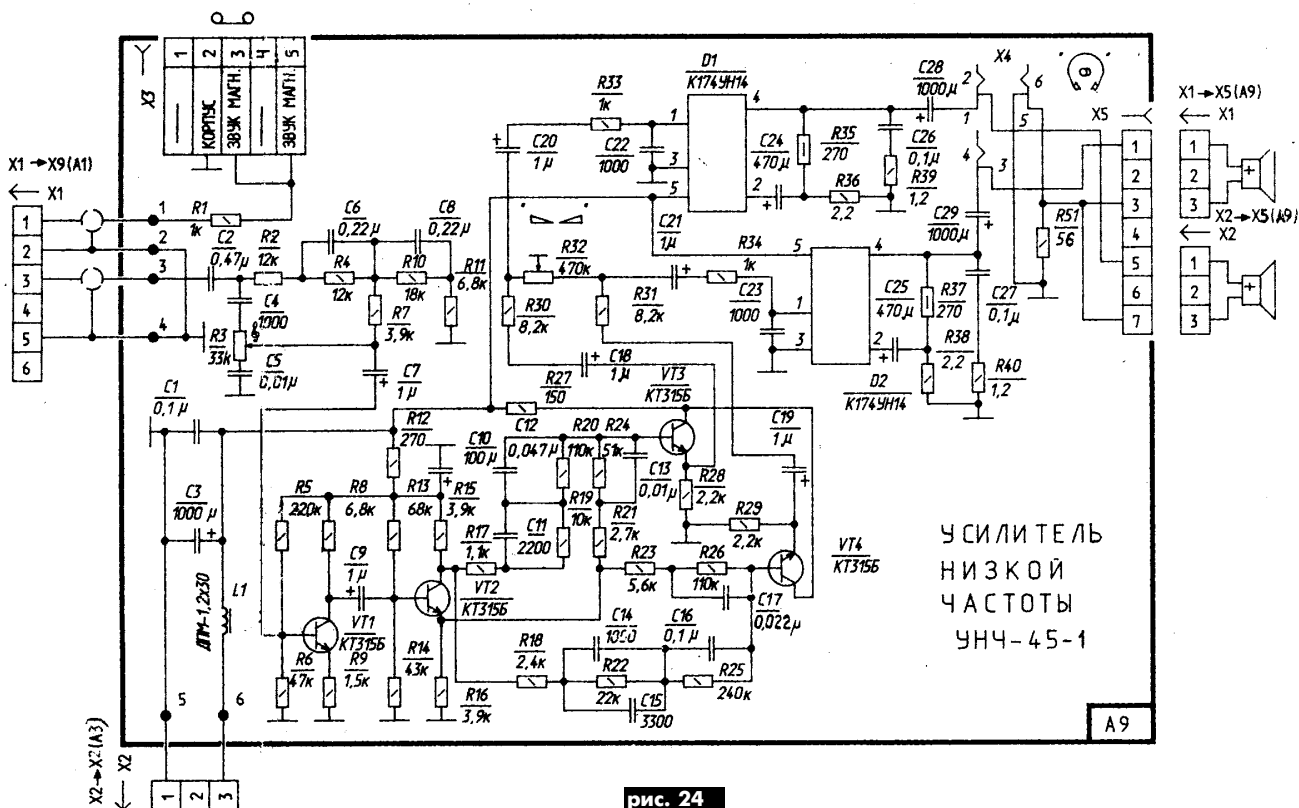

рис. 24
1. В одном из двух каналов УНЧ-45-1 (рис.24) отсутствует звук. Причины: а) отказ конденсатора С28 или С29. Заменить неисправный конденсатор на К50-35 1000,0 мкФх16В; б) нарушение контакта в разъеме Х4 для подключения головных телефонов; в) обрыв одного из динамиков. Заменить его на исправный.